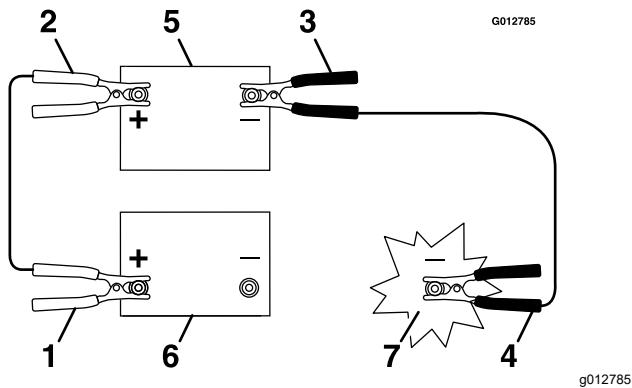

Figura 83
3. Conecte la abrazadera del cable positivo (+) (rojo) al borne positivo (+) de la batería descargada (Figura 83).